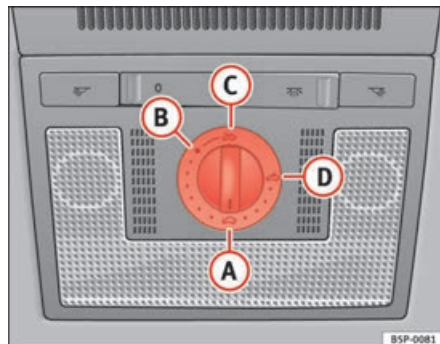

Fig. 70 Pormenor do revestimento interior do tejadilho: botão giratório do tecto de abrir / de levantar
- Rodar o botão giratório para a posição **A** ⇒ fig. 70 ⇒ .